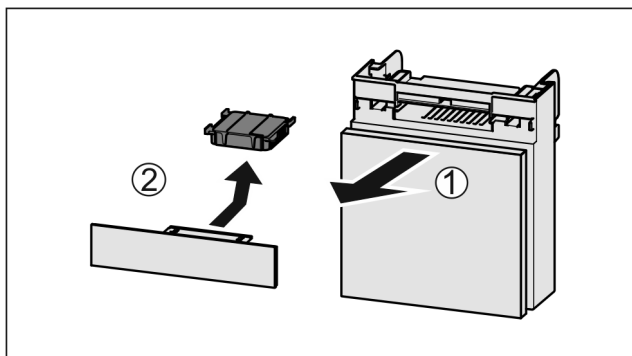

Fig. 113
- Zásuvku vytáhněte dopředu Fig. 113 (1).
- Filtr s aktivním uhlím vyjměte Fig. 113 (2).